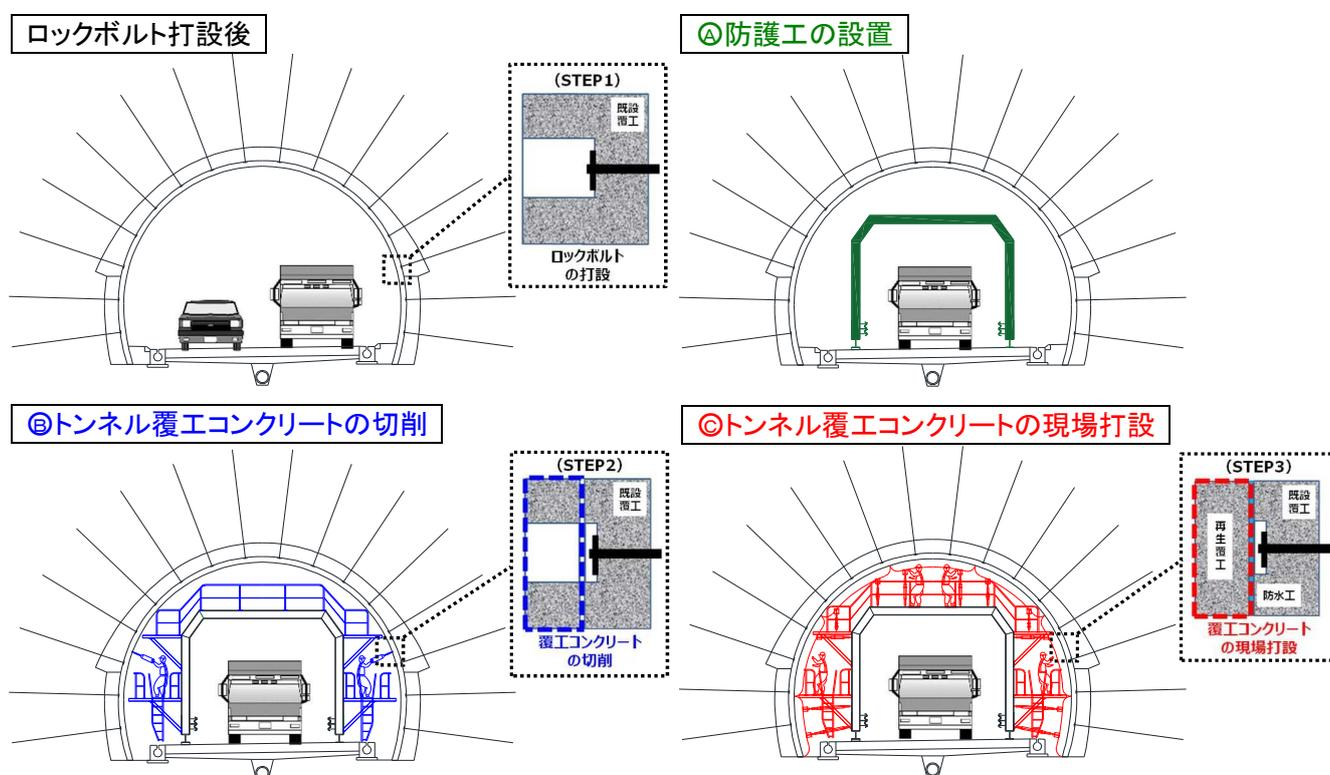

図1 覆工再生の施工イメージ
覆工再生工は以下の手順で施工します。このうち、**新たに開発した技術**は④～⑥です。(図1 参照)
- ① 1車線を規制し、ロックボルトを打設してトンネルを補強
- ② 夜間通行止めを実施し、コンクリート片などの落下物から通行車両の安全性を確保するとともに、**防護柵と同等以上の性能を有する移動式防護工を設置(㊿)**
- ③ トンネルの安定性を損なうことなく、既存の**トンネル覆工コンクリート厚の1/3程度を切削(㊿)**し、損傷したコンクリートを除去
- ④ 防水工を設置し、漏水を防止
- ⑤ **生コンクリートを長距離(最大 850m)運搬(圧送)し、切削した部分に必要な品質を有する**コンクリートを現場打設して覆工を再生(㊿)****
- ⑥ 夜間通行止めを実施し、防護工を撤去搬出